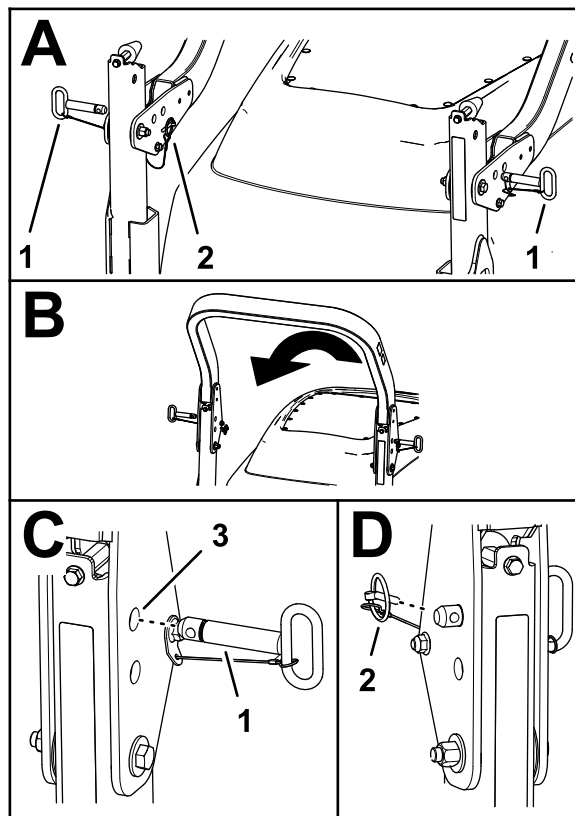

Figura 63
2. Îndepărtați tifturile de prindere care fixează tifturile barei antiruliu de pe fiecare latură a barei antiruliu (Figura 63).